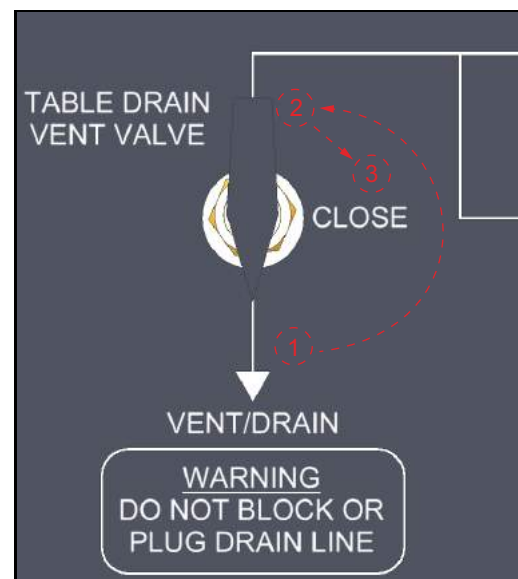

Рисунок 4-2. Порядок закрытия сливного/вентиляционного клапана
2. Закройте сливной/вентиляционный клапан СТЕНДА (согласно рис. 4-2 и примечанию, приведенному ниже) и ЗАПОРНЫЙ КЛАПАН РЕСИВЕРА.
Для того чтобы закрыть сливной/вентиляционный клапан СТЕНДА из открытого (ВЕНТИЛИРОВАНИЕ/СЛИВ) положения (1), поверните рукоятку клапана сначала в ПРЕДЗАКРЫТОЕ (2), а затем в ЗАКРЫТОЕ положение (3), как показано на рис. 4-2.
5. Закройте СЛИВНОЙ/ВЕНТИЛЯЦИОННЫЙ КЛАПАН СТЕНДА (в соответствии с п. шаг 2 в разд. 4.2.1 и на рис. 4-2 на стр. 27).